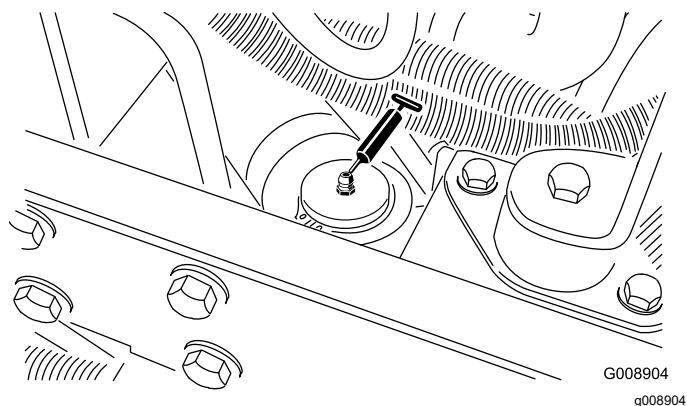

Figura 41
- Cilindro da direção (Figura 41).